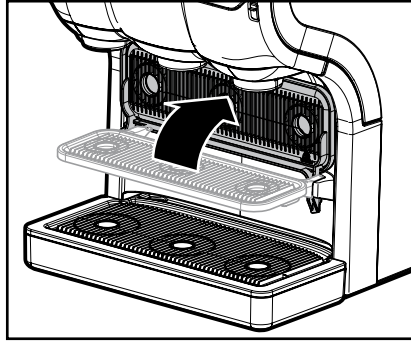

Bild 11
- Fäll upp plattformen när du brygger i kannan så att den får plats (bild 11).